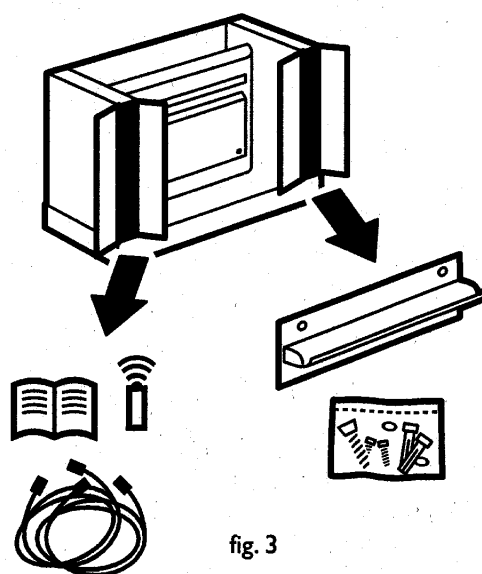

fig. 3
- ❹ Ouvrez les boîtes droite et gauche se trouvant sur les côtés. Dans l'une, vous trouverez le support mural fourni, les cales de nivellement, les boulons, les rondelles, les chevilles en plastique et les vis, et dans l'autre, la télécommande, les câbles et les instructions d'utilisation. (fig. 3)
- ❺ Retirez le contenu.